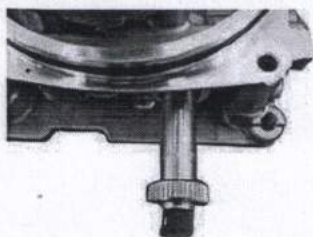

Figura 28
- Afrouxe o parafuso de retenção de óleo manual no sentido anti-horário no final da redução do núcleo da válvula eletromagnética e, em seguida, a plataforma começa a descer (**Figura 28**)